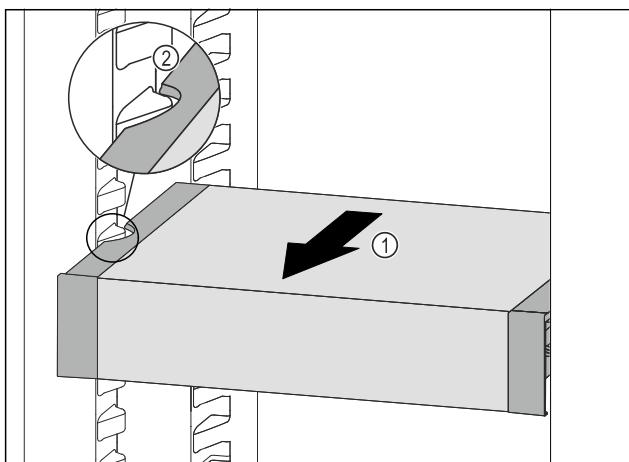

Fig. 108
► Потягнути VarioSafe вперед Fig. 108 (1), поки бокові заглиблення VarioSafe не опиняться на рівні ребра для ємності в охолоджувальному відділенні. Fig. 108 (2)